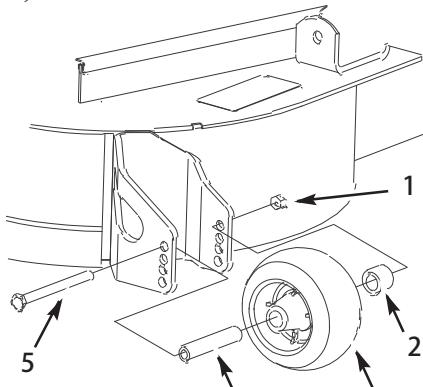

図 12
1. 刈高を変更後、ローラのフランジ・ナット、ブッシュ、スペーサ、ボルトを外してローラの高さ調整を行う。(図12)
3. フランジ・ナット、ブッシュ、スペーサ、ボルトを取り付け。ボルトを54-61 N.m = 5.5~6.2 kg.m にトルク締めする(図12)。